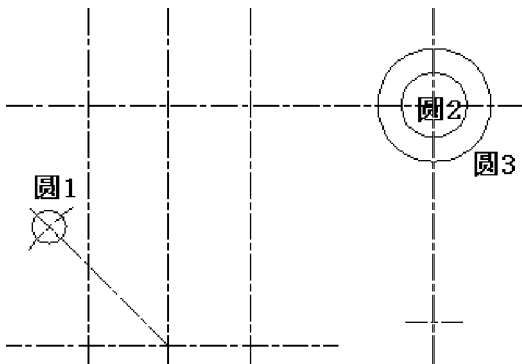

图 5-17 绘制圆
(2) 绘制圆
① 单击【绘图】工具栏 | 【圆】按钮 或在命令行执行 CIRCLE/简写形式 C，绘制圆 1，指定圆心为圆弧 1 与直线 4 的交点，半径输入 10，得到圆 1。
② 单击【绘图】工具栏 | 【圆】按钮 或按空格键/回车键，绘制圆 2，指定为直线 7 与直线 8 的交点，半径为 20。
③ 单击【修改】工具栏 | 【偏移】按钮 ，指定偏移距离为 15，选择偏移对象为圆 2，偏移的一侧为圆 2 的外侧，得到圆 3，所得结果如图 5-17 所示。